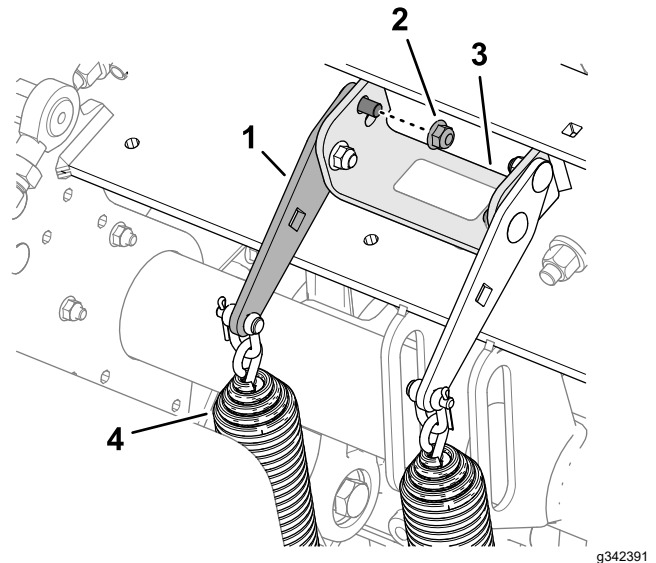

Bild 118
2. Lösen Sie die vordere Sicherungsbundmutter und Schlossschraube, mit denen die Federspannplatte an der Halterung des Aerifizierkopfs befestigt ist (Bild 118).